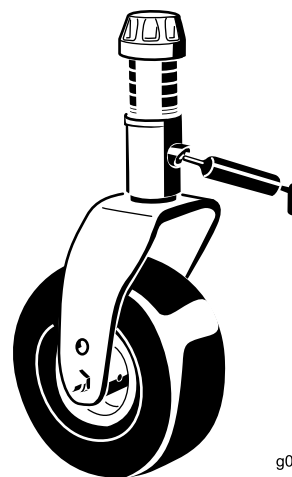

Figure 83
- 1 bague d'axe de chape de roue pivotante (Figure 83)